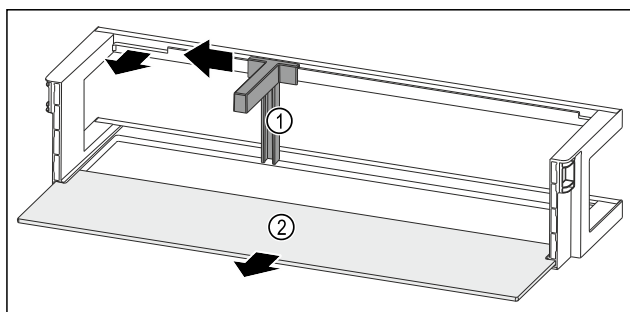

Fig. 261 Półka w drzwiach z uchwytem butelek i półką
- ▶ Przesunąć uchwyt butelek Fig. 261 (1) na bok do zagłębienia.
- ▶ Wyjąć uchwyt butelek Fig. 261 (1).
- ▶ Wyjąć półkę Fig. 261 (2).